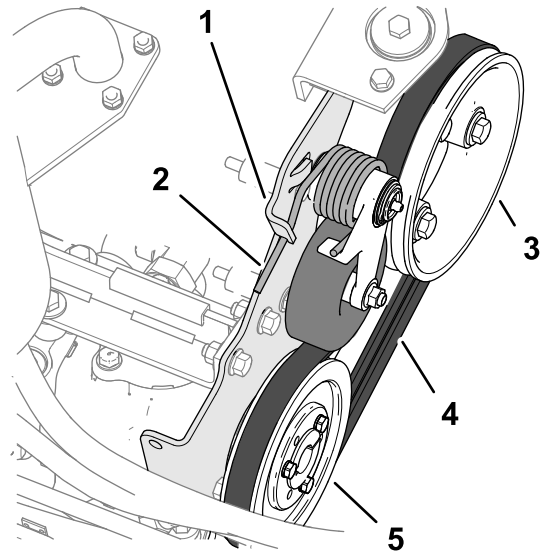

Figure 84
2. Appuyez sur l'extrémité du ressort de tension de la courroie et sortez-la du cran dans la patte du support de pompe, puis avancez le ressort (Figure 84).